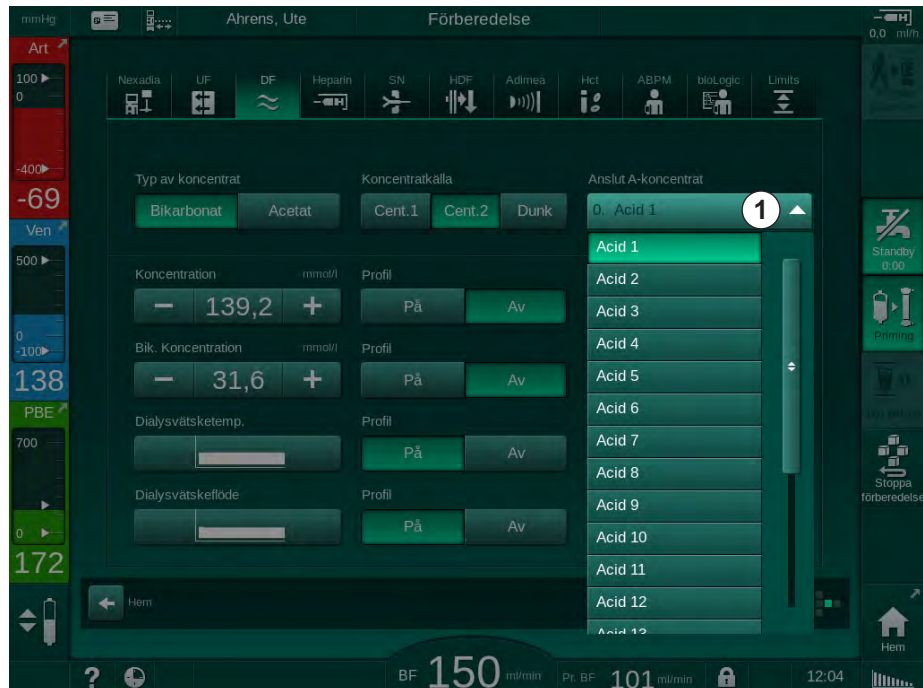

Bild 5-18 DF-parametrar i mmol-läge
Om inställningen mmol/l har valts för konduktivitet i TSM-läge, visas ytterligare ett fält med namnet på valt koncentrat (Bild 5-18, ①). När man trycker på det här fältet visas en lista med alla tillgängliga koncentrat. Upp till 20 syror och 10 acetat kan väljas.